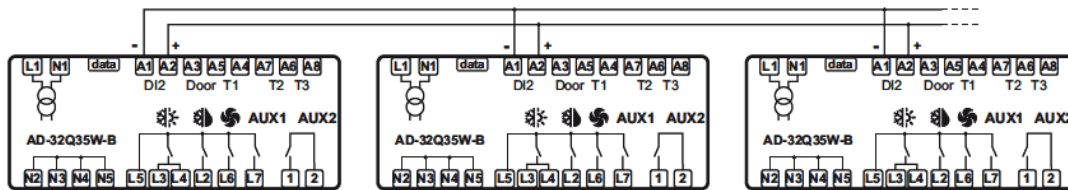

Abb. 3 Schaltplan für die Synchronisierung der Abtaustarts und -stopps
- **Synchronabtaugung.** Bei **DI2=DSY** und wie in Abb. 3 vernetzt mit mehreren AD-32-Geräten (siehe Parametertabelle) erfolgt die Abtaugung synchron auf allen angeschlossenen Geräten. Das Gerät, das als Erstes abtaugt, steuert die Synchronabtaugungen aller anderen.